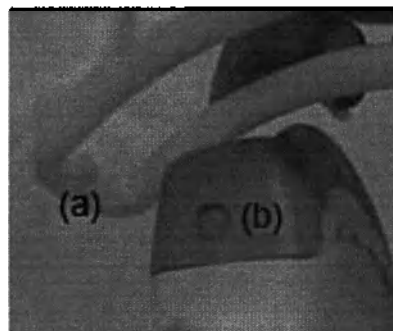

Рис. 9-28. Совмещение датчика/насадки 1
4. Установите выпуклую часть насадки для биопсии (Рис. 9-28, а) в углубление датчика (b).